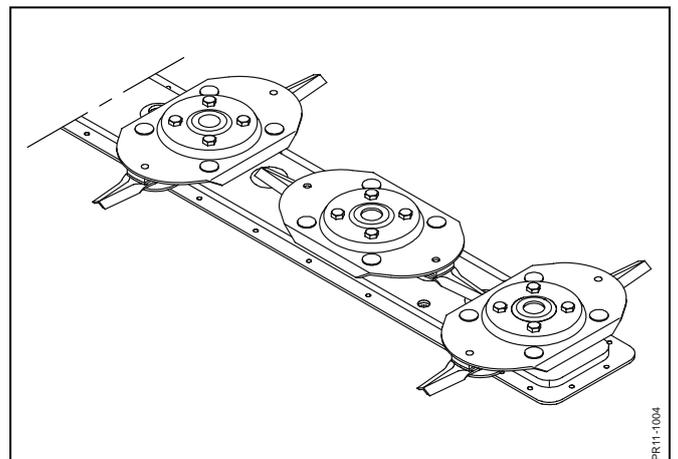

Fig. 5-10
**Fig. 5-10** Beachten Sie, daß die 4 Bolzen, die für die Befestigung der Scheibe des Messerbalkens vorgesehen sind, mit **120 Nm** (12 Kpm) angezogen sind, und die Bolzen, die den Messerhalter festhalten, mit **80 Nm** (8 Kpm) angezogen werden.